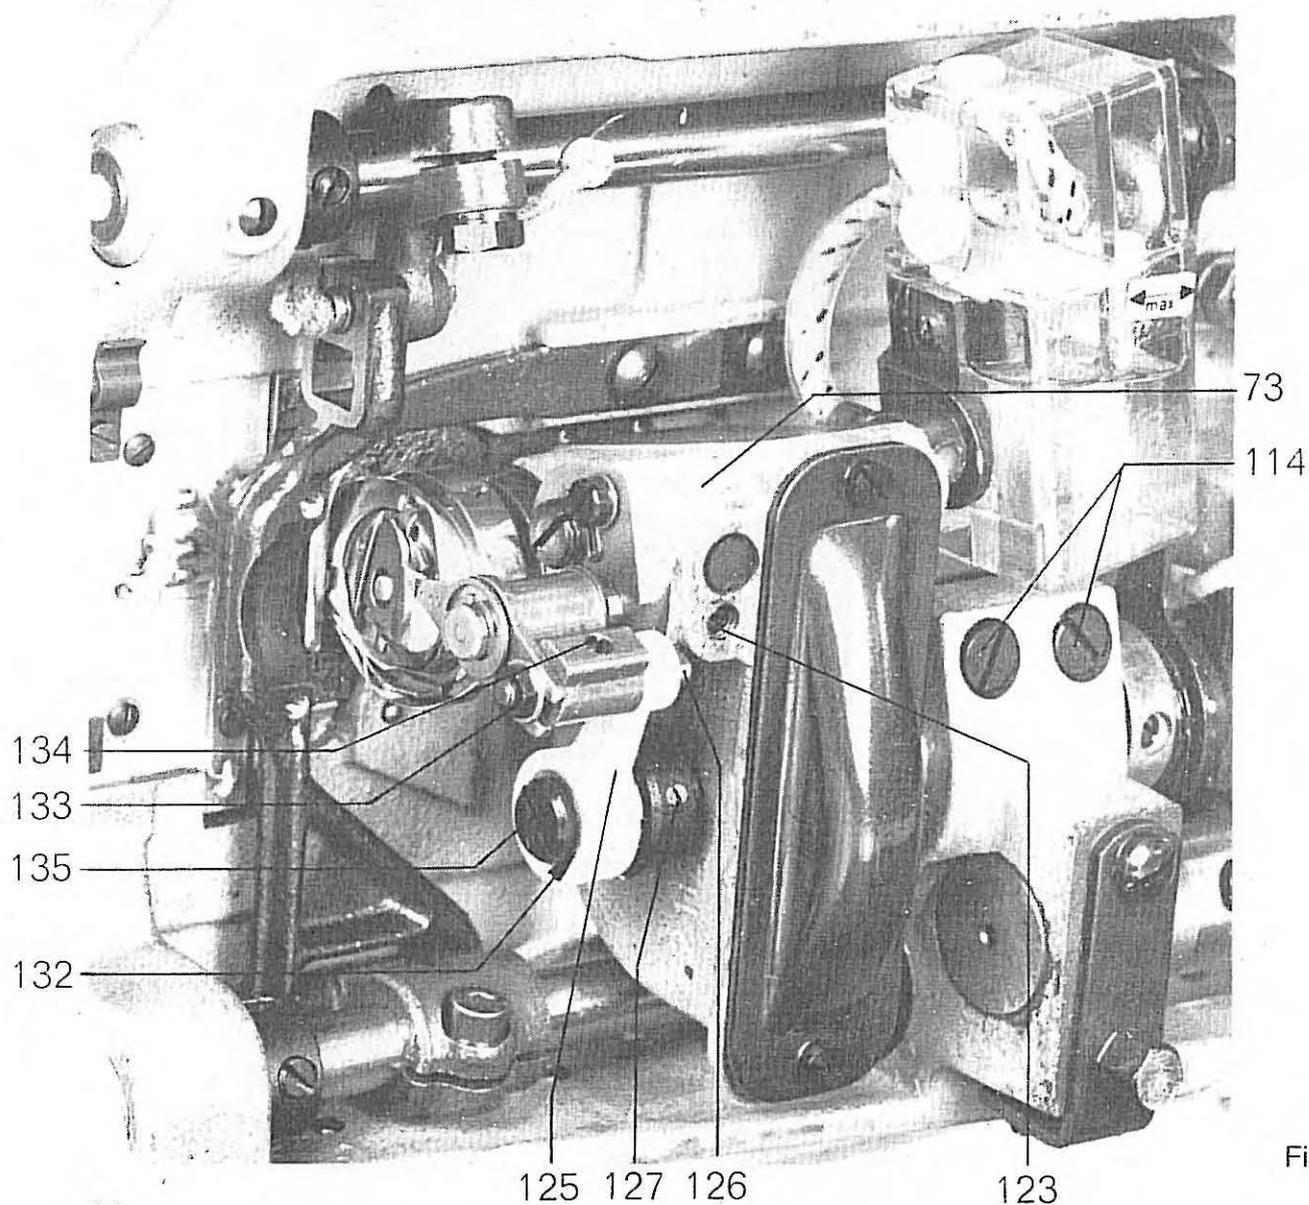
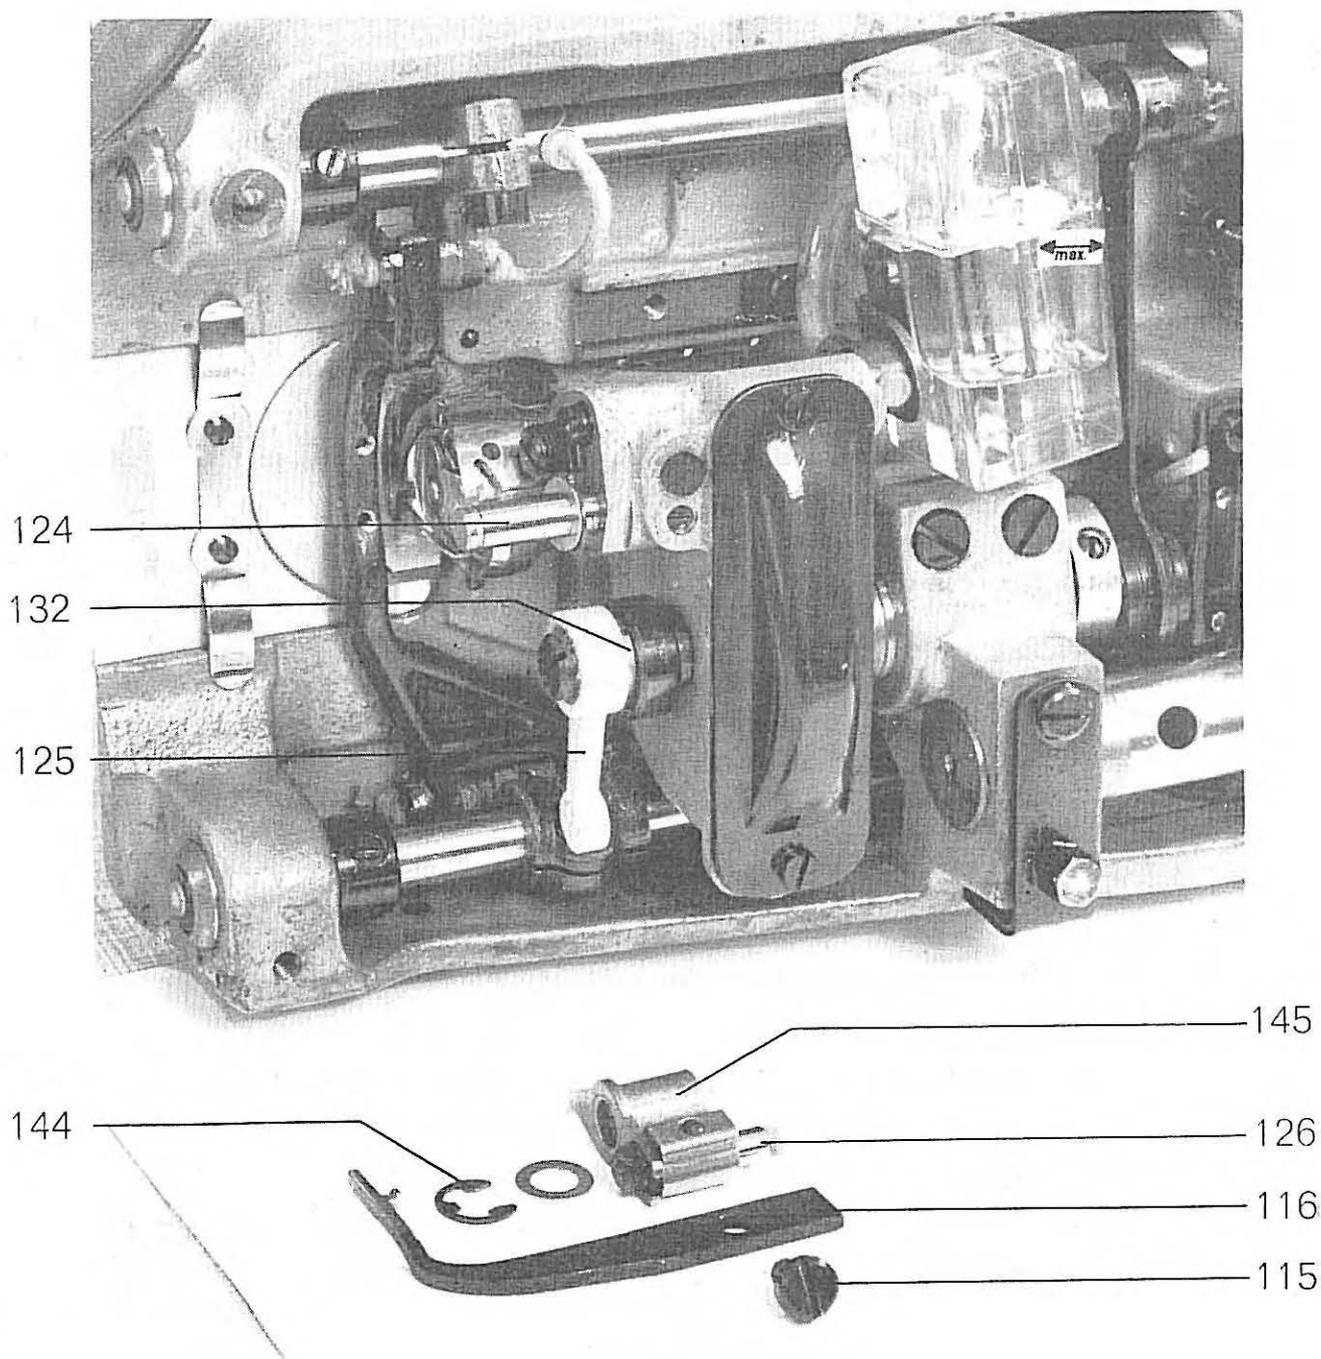
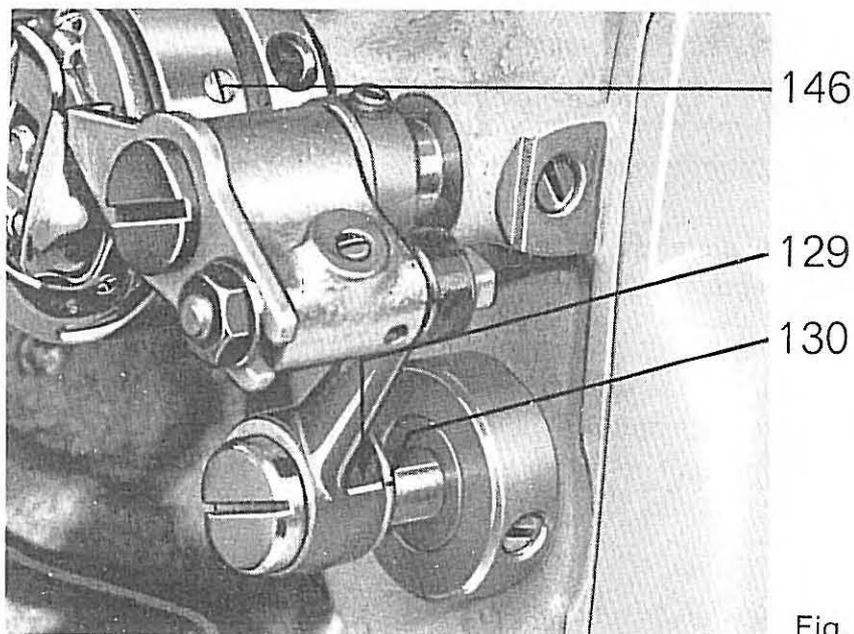

Fig. 21
Fig. 24
Fig. 25
17.3. Réglage de la distance latérale du crochet par rapport à l'aiguille et alignement du boîtier du crochet (fig. 21)
19.2. Réglage de la distance latérale du doigt de dégagement du centre du crochet par rapport à la partie inférieure de la boîte à canette (figs. 21, 23, 24)
Pour régler la bonne distance, desserrer la vis 123 (fig. 21) et déplacer en conséquence le boulon 124 (fig. 24) dans le sens axial en ayant soin qu'après le déplacement le petit oeillet de la barre de traction 125 (fig. 21) se trouve à peu près au milieu de sa course sur l'axe excentrique 126. Sinon, il faut déplacer, également dans le sens axial, l'axe excentrique 132 après avoir desserré la vis 127, et éventuellement procéder à un réajustage selon le chapitre 19.3.
19.3. Réglage du mouvement de dégagement de la boîte à canette (figs. 21, 23, 24, 25)
1. que le repère 129 (fig. 25) sur l'oeillet de la barre de traction 125 (fig. 24) correspond à la rainure d'ajustage 130 se trouvant sur la collerette de l'excentrique et
3. Desserrer la vis 127 (fig. 21) et tourner l'axe excentrique de logement 132 de telle sorte que les deux repères 129 et 130 (fig. 25) concordent (ne pas changer la position latérale, voir chapitre 19.2.),
4. Resserrer fortement la vis 127 (fig. 21),
8. Resserrer fortement la vis 134 (fig. 21),
Lors d'un démontage ultérieur de la barre de traction 125 (fig. 21) il faut se rappeler que le pas de la vis 135 est **à gauche**.
Avant de changer le crochet, enlever le doigt de dégagement du centre et le doigt d'arrêt du support de la boîte à canette 116. La fig. 24 montre ces pièces démontées.
21. Démontage du crochet (fig. 21)
3. Enlever les trois vis du couvercle du crochet 146 (fig. 25) et le retirer.